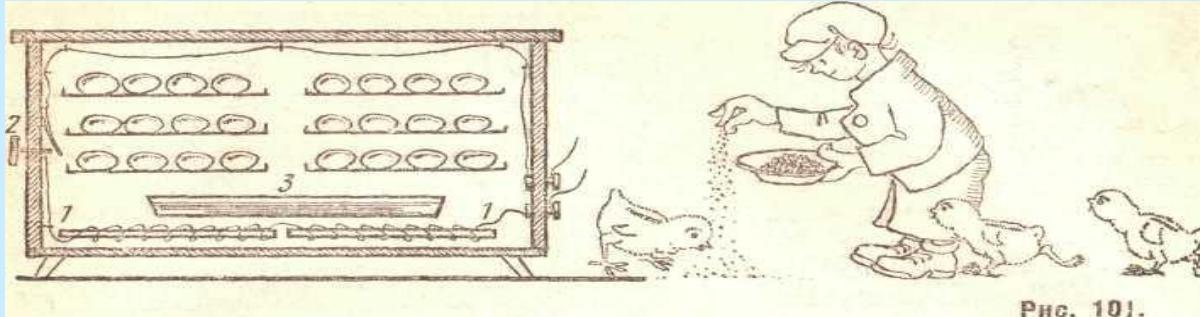

Рис. 101.
- Более 3000 лет назад в Египте уже строили инкубаторы для вывода цыплят. Чтобы обогреть инкубатор, сжигали солому и, не имея измерительных приборов, поддерживали нужный режим на глаз. В современные инкубаторы закладывают десятки тысяч яиц одновременно, а работает такой инкубатор по строго заданной программе. Икубатор представляет собой шкаф, где по ярусам на специальных лотках размещены яйца. Он обогревается с помощью нагревательных проволочных спиралей. Такой нагрев «чист», т. е. не дает дыма, который мог бы вредить зародышам. Автоматически поддерживается температура в интервале от 37,7 до 38 °С, для этого используют терморегуляторы1 с биметаллической пластинкой или другого типа. Биметаллическая пластина терморегулятора сделана из двух разнородных металлических пластин, например железной и из сплава инвара2. Биметаллическая пластина закреплена с одного конца. Когда температура в инкубаторе ниже нормы, биметаллический терморегулятор 2 замыкает контакты электрической цепи и ток проходит по нагревательным спиральям 1 (рис. 101). Если температура терморегулятора больше заданной, биметаллическая пластина так изгибаются в сторону менее удлинившегося слоя, что отходит от контакта. Электрическая цепь нагревателя размыкается; она остается в таком положении до тех пор, пока температура не ниже нормы; тогда биметаллический терморегулятор снова замкнет цепь.. Для поддержания в инкубаторе необходимой влажности там имеется сосуд с водой 3.